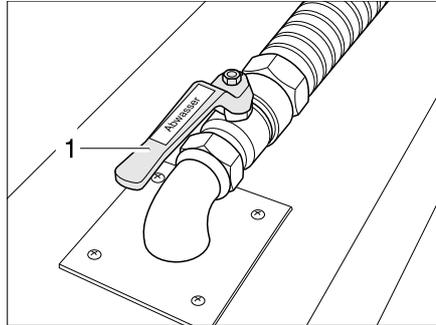

Bild 230 Abwasserhahn
Der Abwasserhahn (Bild 230,2) ist im Doppelboden angebracht. Der Abwasserhahn ist durch den Schriftzug "Abwasser" gekennzeichnet.
- Abwasserhahn (Bild 230,2) öffnen. Das Abwasser läuft ab.